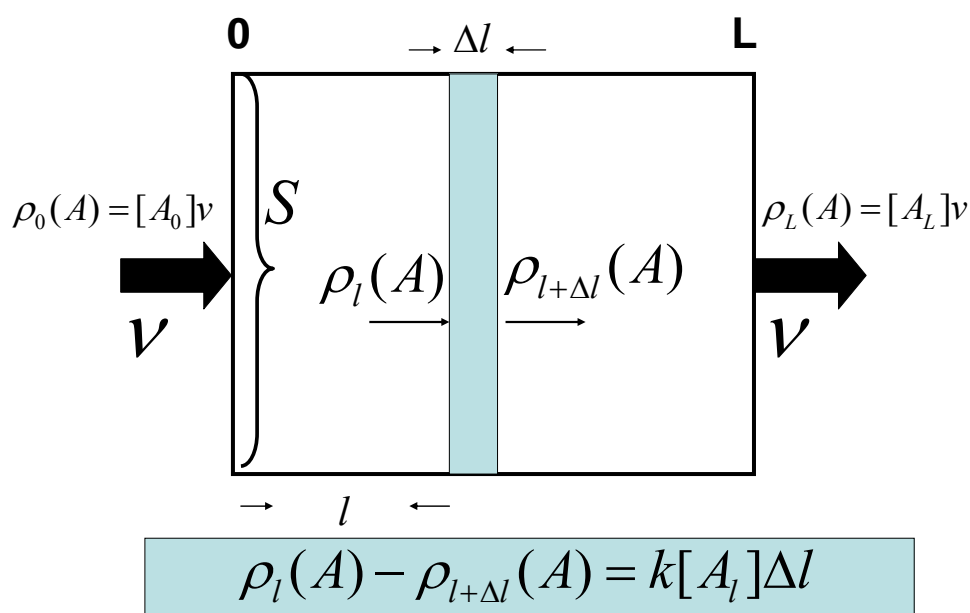

Рис. 4. Стационарное состояние в проточном реакторе. Реактор идеального вытеснения, в котором протекает необратимая реакция первого порядка.
Скорость потока постоянна, концентрация  $A$  может непрерывно меняться по длине реактора. Предполагаем, что, не происходит перемешивание вещества внутри реактора, но внутри каждого тонкого слоя подобное перемешивание происходит. В *реакторе идеального вытеснения* перемешивание и диффузия внутри объема отсутствуют. В этом реакторе стационарная концентрация  $A$  непрерывно меняется вдоль оси  $l$  (см. уравнение (23) и рис. 4).